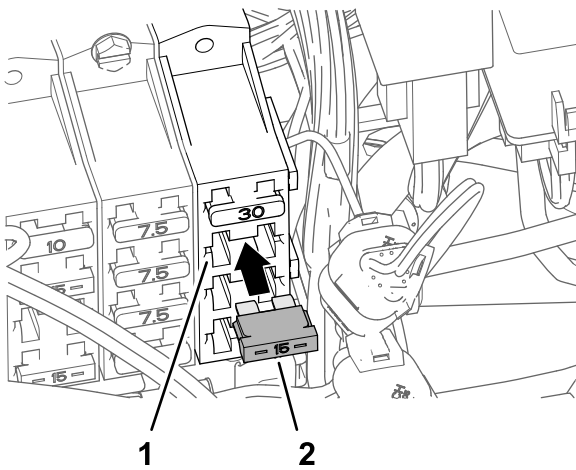

Figura 190
6. Insira o fusível (15 A) na tomada do fusível do bloco de fusíveis 2 até que o fusível esteja totalmente encaixado (Figura 190).